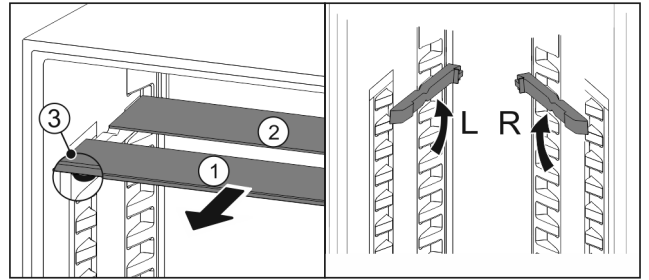

Fig. 149
- Glasplatten einzeln nach vorne herausziehen Fig. 149 (1).
- Glasplatte Fig. 149 (1) mit Zierleiste liegt vorne.
- Stopps Fig. 149 (3) zeigen nach unten.